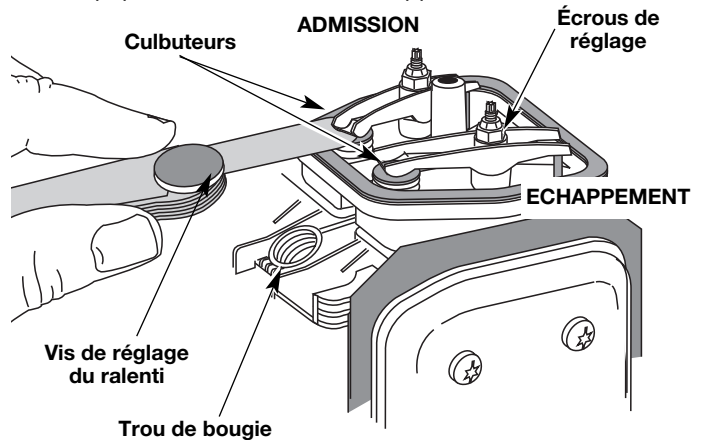

Fig. 53
5. Nettoyez toute saleté autour du cache-culbuteur. Retirez la vis retenant le cache-culbuteur à l'aide d'un tournevis à lame plate large ou à mèche no. T-25 Torx (Fig. 53). Enlevez le cache-culbuteur et le joint.
- Le piston est au sommet de sa course lorsqu'on regarde par le trou de la bougie (Fig. 53)
L'écart de jeu recommandé pour l'admission et l'échappement est de 0,076 – 0,152 mm (0,003 – 0,006 po). Servez-vous d'une jauge d'épaisseur d'automobile standard de 0,127 mm (0,005 po). La jauge d'épaisseur devrait pouvoir glisser entre le culbuteur et la tige de soupape en rencontrant une faible résistance mais sans coller (Fig. 53 et 54).
- a. Tournez l'écrou de réglage à l'aide d'une clé de 8 mm (5/16 po) ou d'un tournevis à embout hexagonal (Fig. 53).